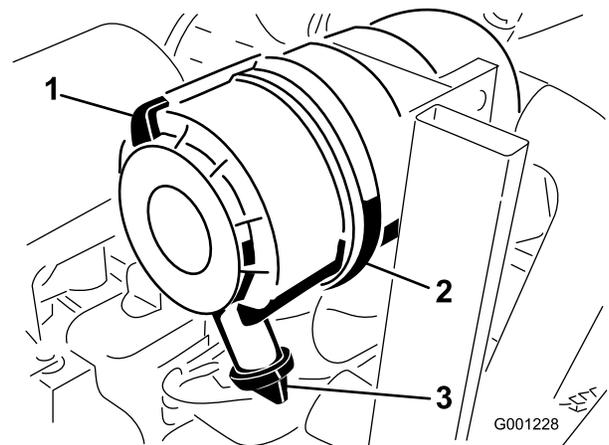

Figura 46
1. Tirate il fermo verso l'esterno e ruotate il coperchio del filtro in senso antiorario (Figura 46).
2. Togliete il coperchio dal corpo del filtro dell'aria (Figura 46).
- Montate il coperchio con la valvola di uscita in gomma disposta in giù, in una posizione tra le ore 5 e le ore 7 vista dall'estremità (Figura 46).